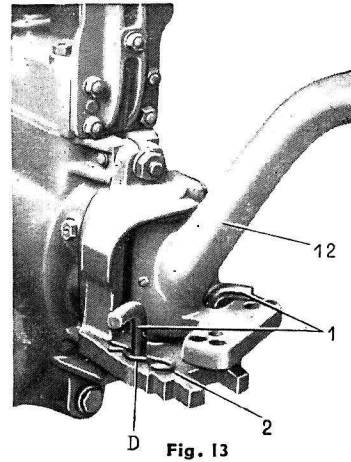

Fig. 13
- B) **Articulation libre 25°** : (fig. 13) le débattement ainsi réduit évite le balancement de l'outil lors des manœuvres en marche arrière ; cette position convient à tous les travaux du sol, à l'exception du labour au brabant double. Les broches sont placées dans les trous (D) et maintenues relevées par les épingles (2). Le timon (12) débat de 25° à droite et à gauche de l'axe.